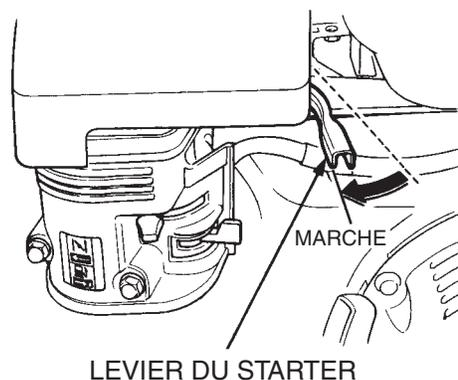

Figure 19. Levier papillon (Marche)
10. Pour commencer le compactage, placer le levier papillon (Figure 19) dans la position de **MARCHE**.